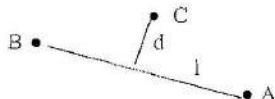

Рисунок 6.1. Способ перпендикуляров
- Способ перпендикуляров (способ ординат) (рисунок 6.1). Положение точки С можно определить, если опустить из нее перпендикуляр на прямую АВ, а затем измерить расстояние l от точки А до основания перпендикуляра и длину перпендикуляра d. Отрезки l и d будут координатами точки С. Если прямую АВ принять за ось абсцисс прямоугольной системы координат, перпендикуляр d будет ординатой точки С, а расстояние l – ее абсциссой.